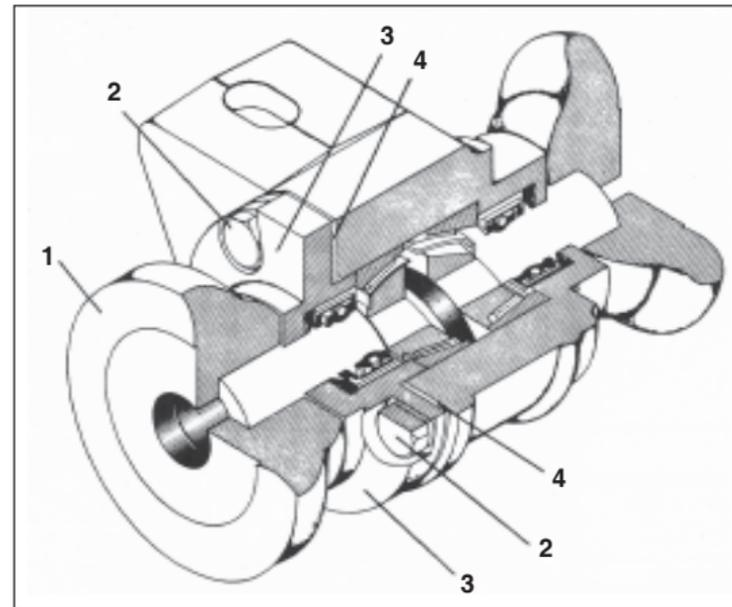

FIGURA 19
AJUSTE DOS MANCAIS (FIGURA 19)
- Retirar a arruela item 1 **FIGURA 19**.
- Soltar os parafusos item 2 e retirar a tampa item 3.
- Retirar 1 ou 2 juntas item 4, da tampa do mancal. Recolocar novamente a tampa e reapertá-la.